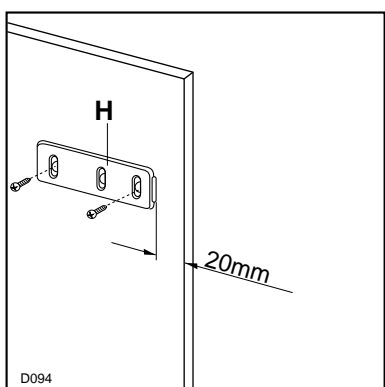

Fig. 7
Posez les guides (H) à l'intérieur de la porte du meuble, en haut et en bas, comme l'illustre la Fig. 7, et repérez la position des trous extérieurs. Après avoir préparé les trous, vissez les guides avec les vis de 3,5x16 mm sur la porte du meuble.